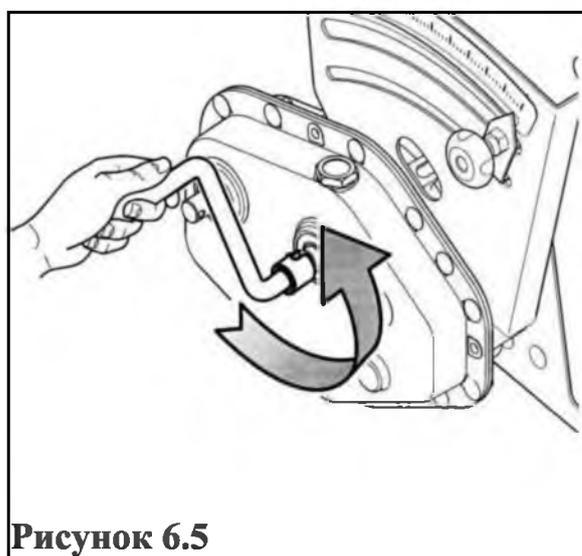

Рисунок 6.5
**ВНИМАНИЕ:** прокрутить вариатор рукояткой (прилагаемой к сеялке) **против часовой стрелки 12 оборотов (рис.6.5)**.